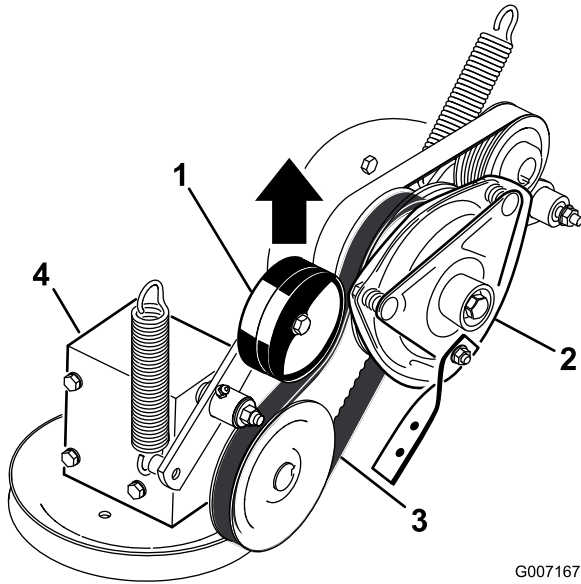

Bild 61
4. Ziehen Sie an der gefederten Spannscheibe für den Zapfwellentreibriemen und nehmen Sie den Riemen von der Kupplungsscheibe ab (Bild 61).
16. Ziehen Sie an der gefederten Spannscheibe für den Zapfwellentreibriemen und befestigen Sie diese an der Kupplungsscheibe (Bild 61).